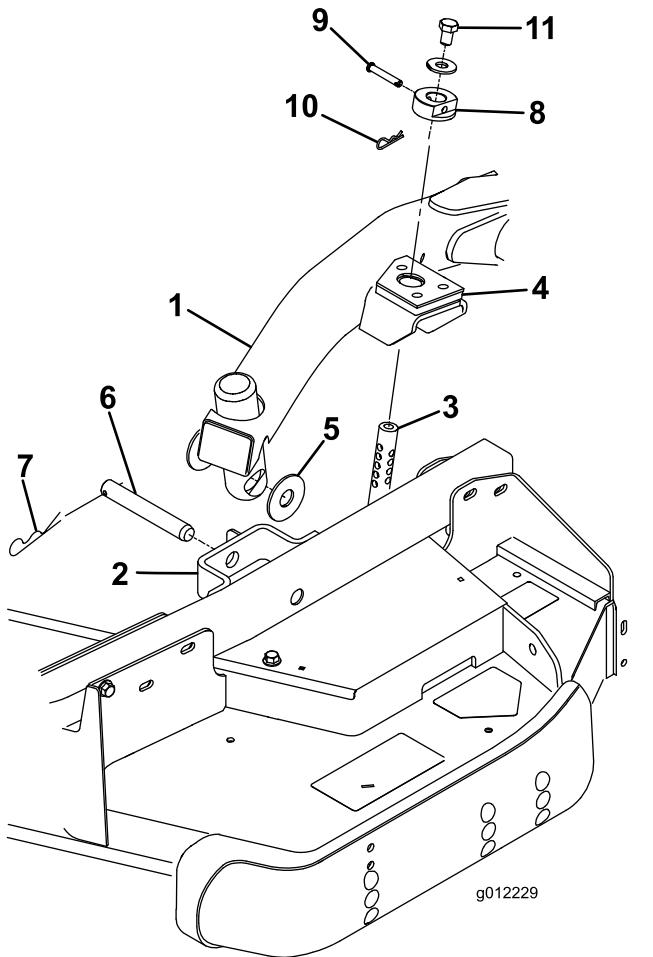

Figure 4
- Placez le levier de levage en position de FLOTTEMENT. Poussez un bras de levage vers le bas jusqu'à ce que les trous soient en face de ceux du support du bras pivotant et qu'il soit possible d'insérer la tige de réglage de hauteur de coupe dans les patins du bras de levage (Figure 4).
- Fixez le bras de levage au bras pivotant avec 2 rondelles de butée, un axe de chape et une goupille fendue. Placez les rondelles de butée entre le bras de levage et le support de bras pivotant (Figure 4). Insérez l'extrémité de la goupille fendue dans la fente de la patte du bras pivotant pour retenir la goupille fendue.
- Montez les bagues de hauteur de coupe sur les tiges de réglage de hauteur de coupe et fixez-les avec les axes de chape et les petites goupilles fendues (Figure 4). La tête de l'axe de chape doit être dirigée vers l'avant de l'unité de coupe.
- Montez un boulon ($\frac{1}{2}'' \times \frac{3}{4}''$) et une rondelle au sommet de chaque tige de réglage de hauteur de coupe (Figure 4).